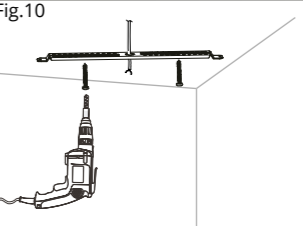

Fig.10
- Fix the downlight bracket onto the surface, ensuring that the fixing tabs are facing out. (Note: you will not require the spring clip assemblies for this method of mounting, please remove them from the bracket). (Fig. 10)
- Fixez le support du downlight sur la surface en vous assurant que les languettes de fixation sont vers l'extérieur. (Remarque : vous n'aurez pas besoin des ressorts et des clips de fixation pour cette méthode de montage, veuillez les retirer du support). (Fig. 10)
- Ponga el soporte del downlight en la superficie, asegurando que las pestañas de fijación den hacia afuera. (Nota: Usted no necesitará broches de resorte para este método de montaje, por favor remuévalos del soporte). (Fig. 10)